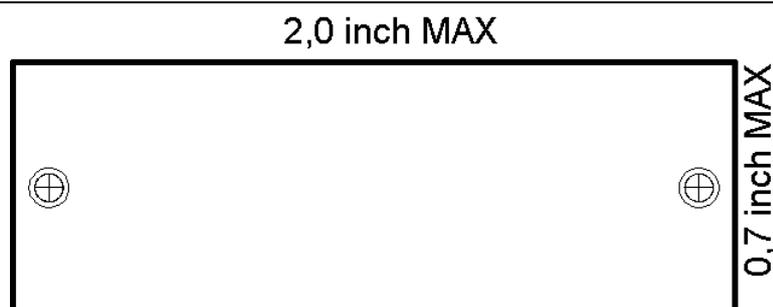

Figura 2: Dimensões máximas da placa de circuito impresso a ser projetada.
b) Após desenhar o circuito no módulo *Schematics*, projete uma placa de circuito impresso utilizando o módulo *Board* do EAGLE. Para que o circuito possa ser acomodado no teto do veículo junto à lâmpada interna, a placa deverá ter dimensões máximas de **0,7 inch x 2,0 inch**, com dois orifícios de **0,1 inch** de diâmetro em cada extremidade, para fixação (veja figura 2). Para desenhar a placa no tamanho correto, mude as unidades de medida do EAGLE para polegadas (inch). O transistor BD135 não necessitará de dissipador de calor, pois a potência da lâmpada é baixa. A placa deverá ser do tipo **face-simples** (trilhas de cobre apenas na parte inferior da placa).